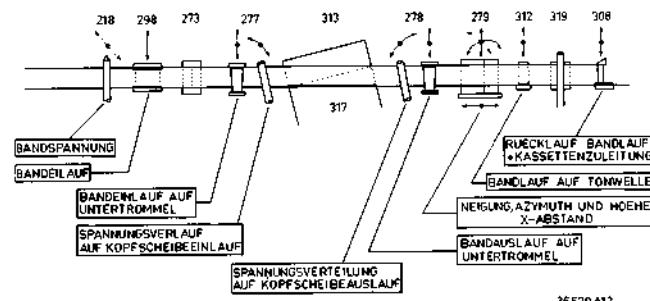

Fig. 2-2-13
Siehe Bild 2-2-13.
- Kontrollieren, ob das Band verzerrungsfrei durch den Recorder läuft, Bild 2-2-13.
- Mit einer einwandfreien Cassette kontrollieren, ob das Band bei Wiedergabe über alle Bandführungen verzerrungsfrei läuft und auf den unteren Flanschen anläuft, Bild 2-2-13.